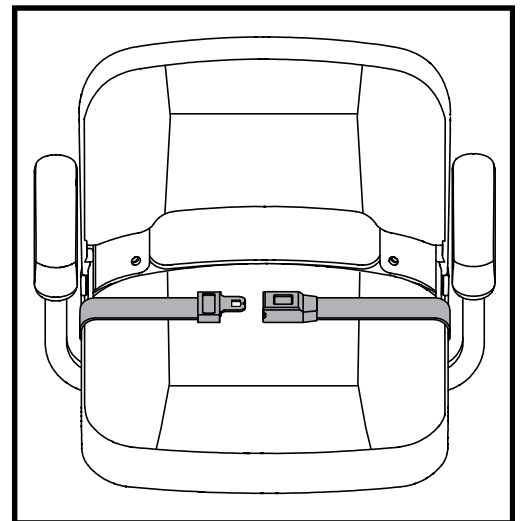

Figura 17. Cinturón de posicionamiento
El asiento de su scooter puede estar equipado con un cinturón de posicionamiento automático que se puede ajustar para la comodidad del operador. **Vea la figura 17**. El cinturón de posicionamiento está diseñado para ayudar a sostener al operador para que no se deslice hacia abajo o hacia adelante en el asiento. El cinturón de posicionamiento no está diseñado para usarse como dispositivo de sujeción.
1. Inserte la pestaña en el lado derecho del cinturón en la carcasa de plástico de la correa opuesta hasta que escuche un “clic”. **Ver figura 17**.